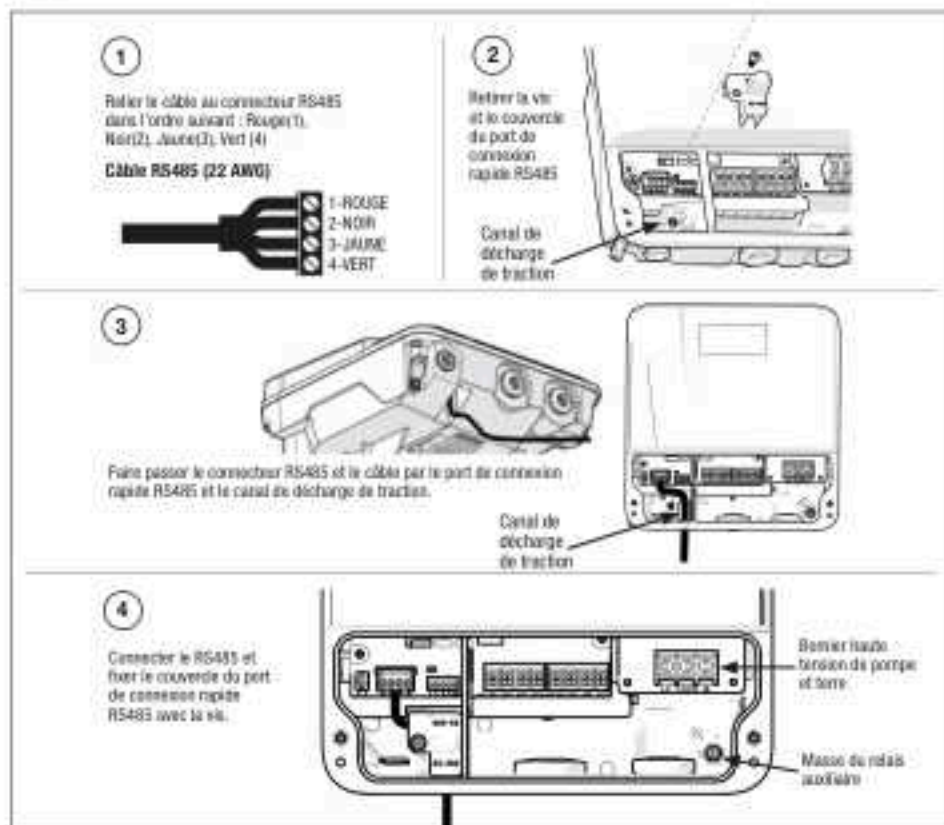
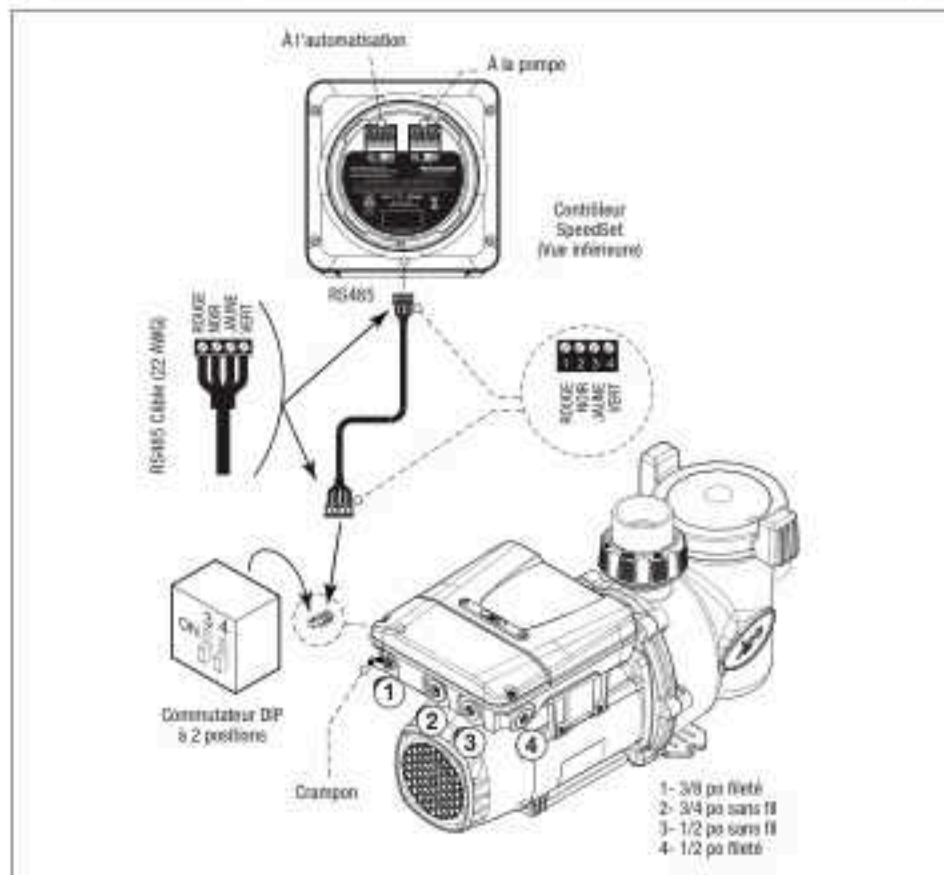

Figure 8. Port de connexion rapide RS-485 avec câblage
Figure 9. Câblage vers un contrôleur
En plus d'être correctement mis à la terre tel que décrit dans la Section 3.3.3, Câblage électrique, et conformément aux exigences du National Electrical Code (NEC), ou au Canada le Code Canadien de l'électricité (CCE), le moteur de la pompe doit être relié aux pièces métalliques de la piscine, du spa ou de la cuve thermique et à tous les composants et équipement électrique avec le système de circulation d'eau de la piscine ou du spa. Cette liaison doit être réalisée en utilisant un conducteur en cuivre plein, AWG n° 8 ou plus gros. Au Canada, il faut utiliser du AWG n° 6 ou plus gros. Relier le moteur en utilisant la languette de liaison externe fournie sur le cadre du moteur. Se reporter à la Figure 9.
- Port de connexion rapide RS-485 (se reporter à la Figure 8)
Le compartiment haute tension comporte 3 ouvertures de port de conduit (voir Figure 9).
1. Mettez la pompe à la terre à l'aide de la vis de terre verte fournie sur le bornier haute tension. Ne PAS mettre à la terre ni connecter en série le fil de terre à la vis de terre verte secondaire ou connecter en série le châssis du compartiment de câblage (voir les figures 8 et 12). Ne mettez pas non plus à la terre une conduite d'alimentation en gaz.
REMARQUE : L'alimentation électrique seule ne suffit pas pour faire fonctionner la pompe. Elle nécessite une commande numérique qui lui est envoyée par un contrôleur de vitesse variable (SpeedSet, JEP-R ou iGUMP01), un système d'automatisation ou l'utilisation des contacts secs (se reporter aux Figure 8 et Figure 9 pour les illustrations de schéma RS485 d'un contrôleur local ou d'un système d'automatisation. Se reporter à la Figure 12 et Figure 13 pour les illustrations de câblage à contacts secs.
Se reporter à les Figures 8, 12 et 13 pour des détails sur le logement et l'emplacement des illustrations de relais auxiliaires et de câblage.